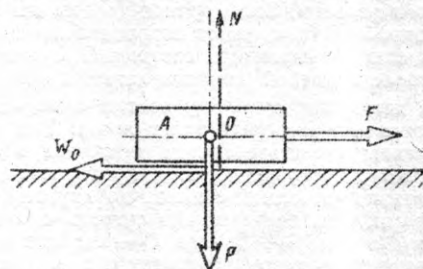

Рис. 2.
**Сила сопротивления движению.** В простейшем случае движения тела по горизонтальной плоскости (см. рис. 2) — это сила трения скольжения  $W_t$ .
Потянем тело А вправо с силой  $F$ , приложенной к телу, например, при помощи гибкой нити (рис. 2). Если сила  $F$  превысит по величине силу сопротивления тела страгиванию (которую иногда называют силой трения покоя), тело сдвинется с места и будет перемещаться вправо. Препятствовать этому перемещению будет сила сопротивления движению  $W_0$ , являющаяся
А движущая сила  $F$  у поезда одна, ее должен создать локомотив, который тянет поезд. Так как локомотив и вагоны в составе поезда движутся в среднем с одной и той же скоростью, т. е. проходят одно и то же расстояние (от одной станции до другой) за одно и то же время, весь поезд можно считать одним телом суммарным весом  $P + Q$ , где  $Q$  — вес состава. Тогда схема его движения под действием сил на горизонтальном пути будет аналогична рис. 2.